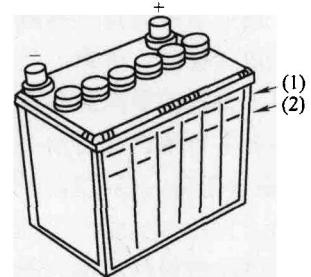

图 1-2 蓄电池的外
4) 检查蓄电池每个单元的电解液均应在下液位的上限及下限之间，不足时应补足规定的电解液，但不得超过上限，见图 1-2。